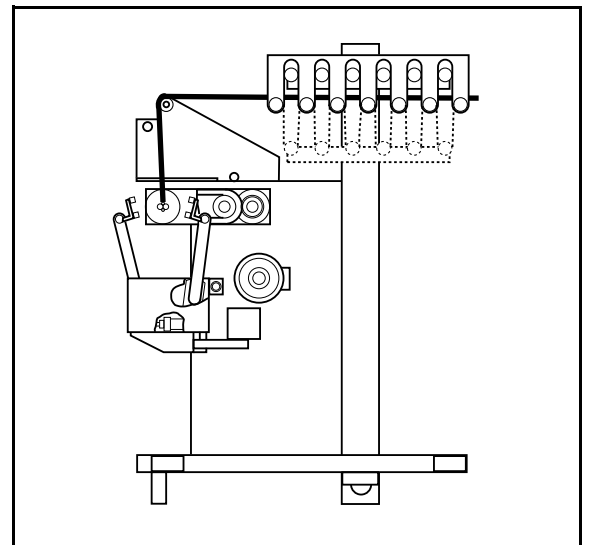

Fig. 31 Inserire il nastro
- 1 Inserire il lato libero del nastro attraverso lo spazio tra i rulli di trascinamento nell'accumulatore. Fig. 31.